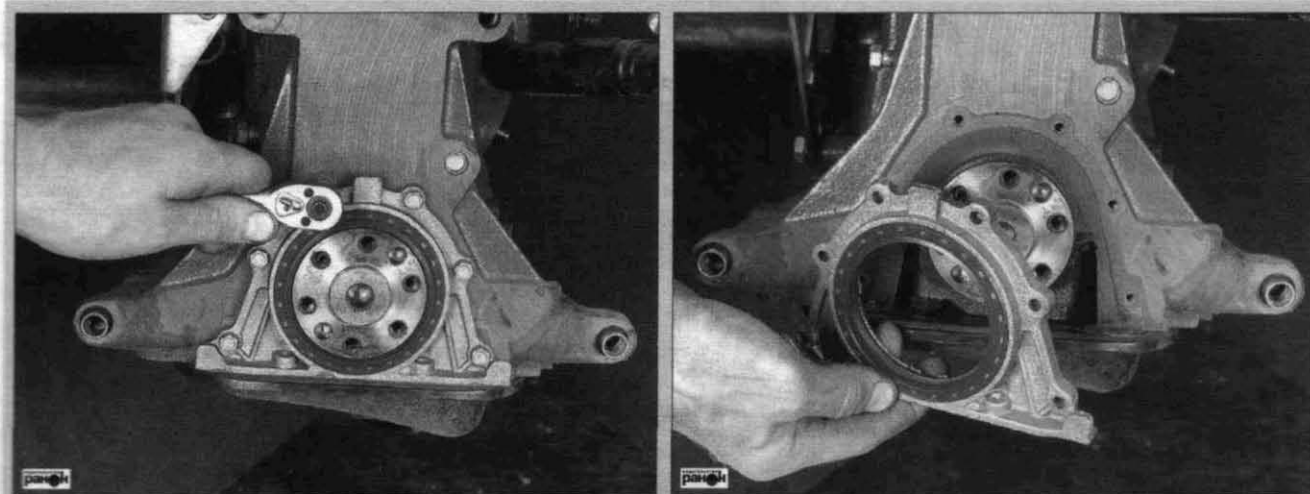

Рис. 3.54. Замена заднего сальника коленчатого вала
- отвернув болты крепления, снять держатель сальника (рис. 3.54);